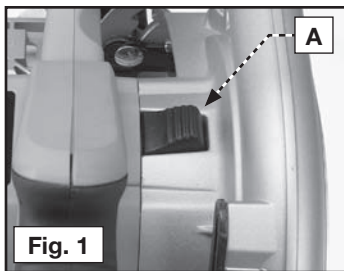

Fig. 1
1. Empuje el botón para trabar el disco (A) Fig. 1 y gire el disco a mano hasta que el mecanismo enganche el eje.
4. Sustituya la rápida dedo del blamp del cambio (A) Fig. 2 firmemente dándole vuelta a la derecha. Empuje hacia adentro del botón para trabar el disco (A) Fig. 1, extienda la palanca en Quik-Change del cambio (A) Fig. 2, y apriete la asamblea a mano con seguridad. Lance el botón para trabar el disco.